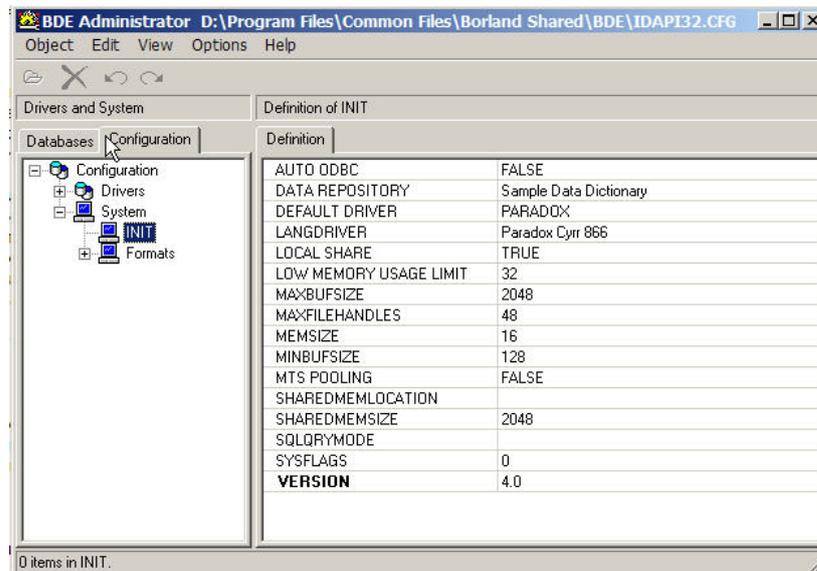

Рисунок 11 - Настройка INIT
- 3 Далее в дереве левой части окна выбрать путь Configuration\System\INIT, в результате в правой части окна откроется поле настроек Definition of INIT (рисунок 11).
- 4 Инициализацией пункта меню Object/Exit в окне (рисунок 11) выйти из программы настройки с подтверждением сохранения записей.